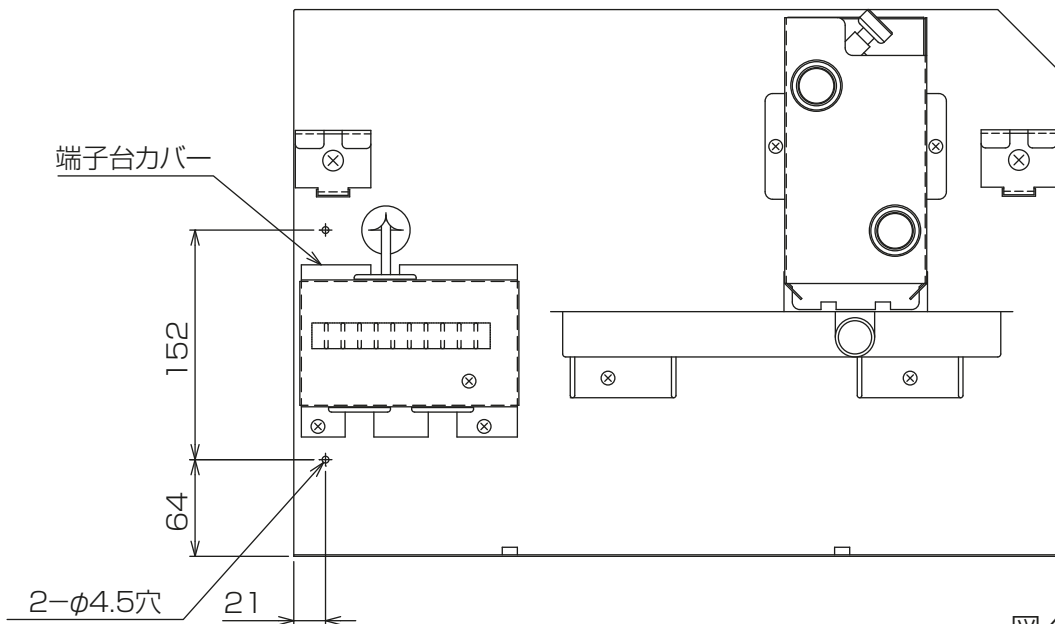

図4
- (1)端子台カバーを取外してください。[図4] (端子台カバーは取付作業終了後に元通り取付けますので、無くさないようにしてください。)
- (2)図4に示す位置にφ4.5穴が開いているか確認してください。開いていない場合はφ4.5穴を追加加工してください。